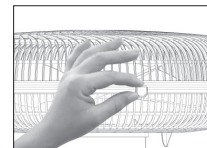

Figura 07
9. Pressionar a borda da grade frontal contra a borda da grade traseira em todo o contorno para garantir o travamento perfeito das grades (**figura 07**)